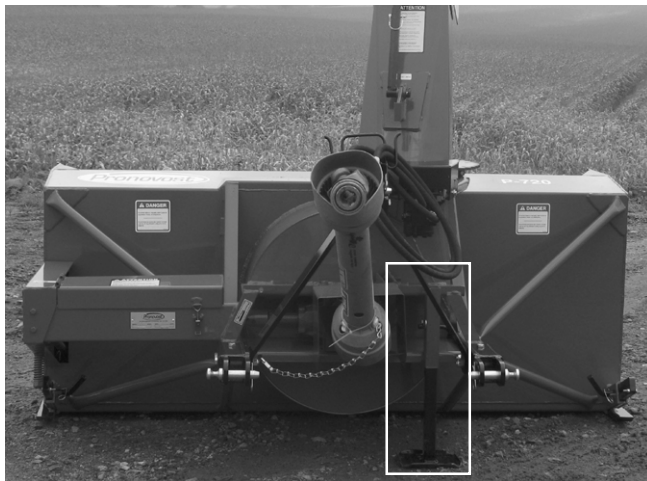

Figure 26
- 6) Après avoir installé la souffleuse sur le tracteur, relever la béquille de soutien (Fig. 26).